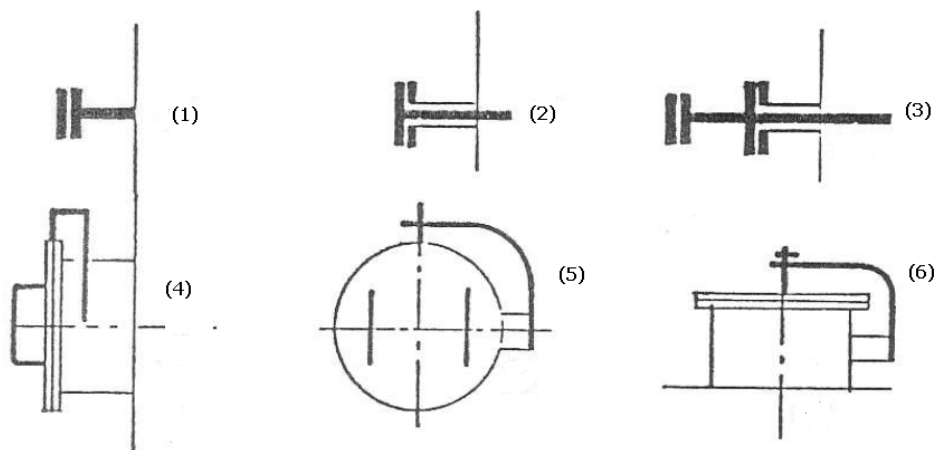

Fig. 5.9
Pour les autres tubulures, des exemples de représentations simplifiées sont donnés par les croquis (1) à (6) de la fig. 5.9